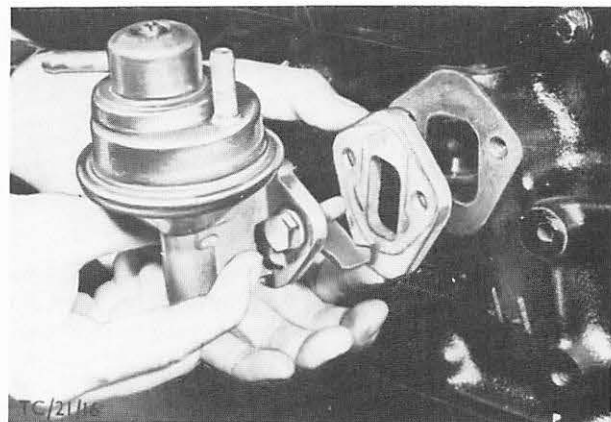

Abb. 74 Kraftstoffpumpe montieren
69. Kraftstoffpumpe mit Dichtplatte anbauen. Schrauben mit Drehmoment festdrehen, Abb. 74.